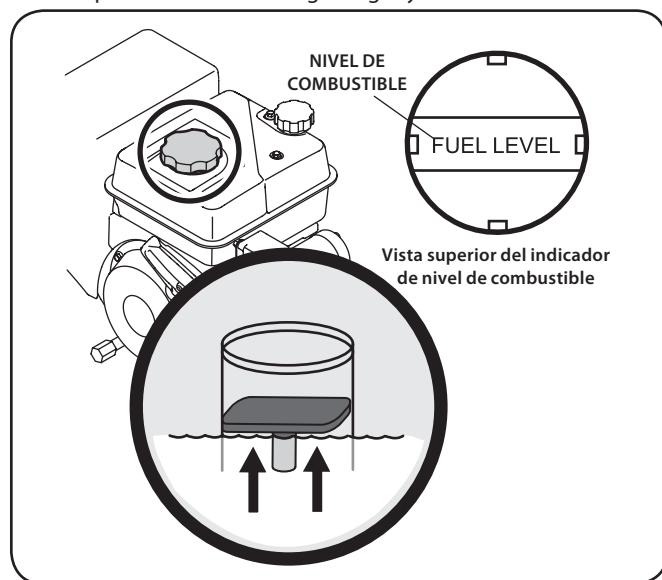

Figura 3-7
2. En el tanque de combustible hay un indicador de nivel. Llene el tanque hasta llegar al nivel de combustible del indicador; vea la Figura 3-7. Tenga cuidado para no llenar el depósito en exceso. Carga de gas y aceite